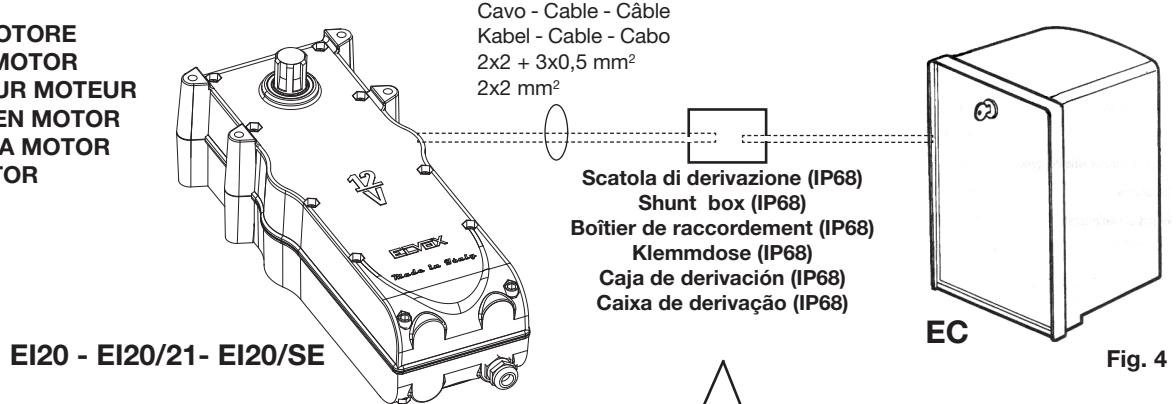

Fig. 4
1. Inserito l'attuatore eseguire i collegamenti seguendo le operazioni di Fig. 4 e il schema di pag 11.
- 1 - Once the actuator has been fitted, carry out connections following the operations in Fig. 4 and wiring diagram on pag. 11.
1. Inserido o actuador, efetuar as ligações seguindo as operações da Fig. 4 e o esquema de Pag. 11.
- 1 - Nachdem der Antrieb eingebaut wurde, die Anschlüsse gemäß der Beschreibung in Abb. 4 auf Seite 11 durchführen.
- 1- Montado el actuador efectuar el conexionado siguiendo las operaciones de Fig. 4 y el esquema de Pag. 11.